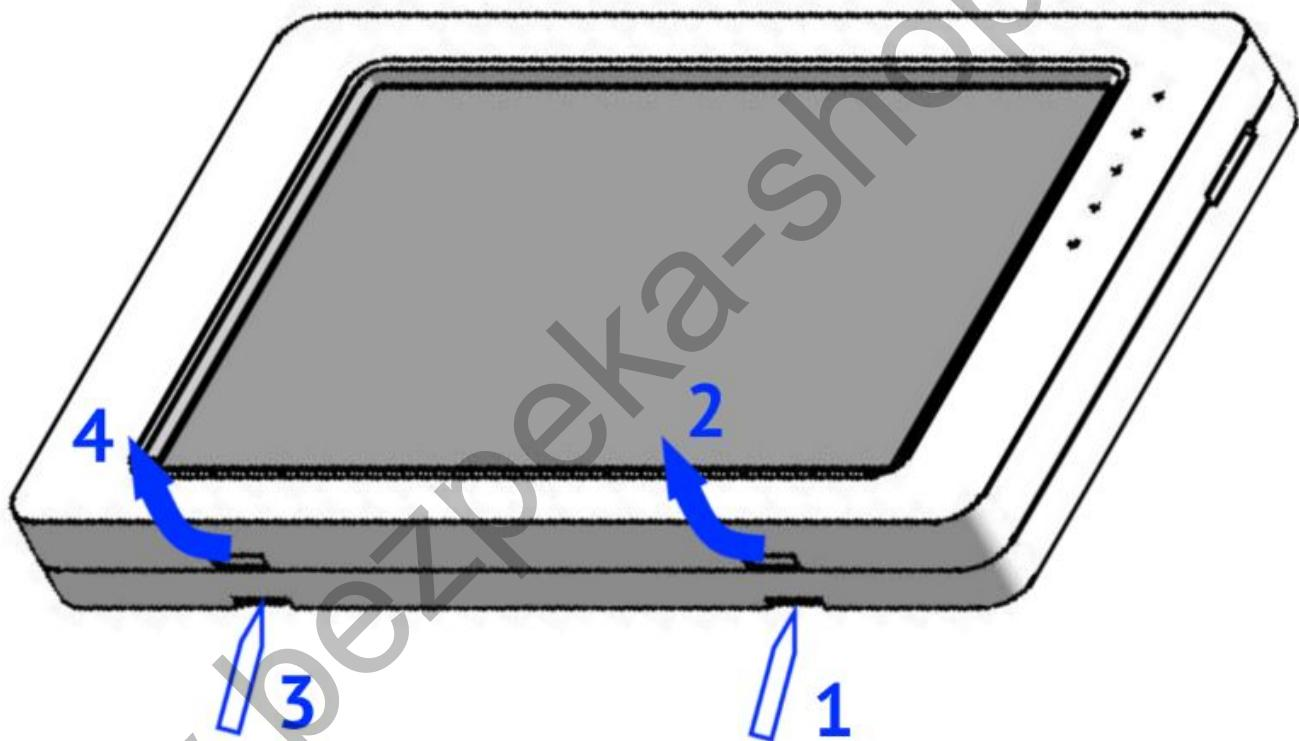

Рисунок 3. Раскрытие корпуса УИУ
Для раскрытия корпуса (см. рисунок 3) необходимо придавить плоской отверткой нижний фиксатор (1) и слегка потянуть лицевую часть корпуса (2) до освобождения фиксатора.